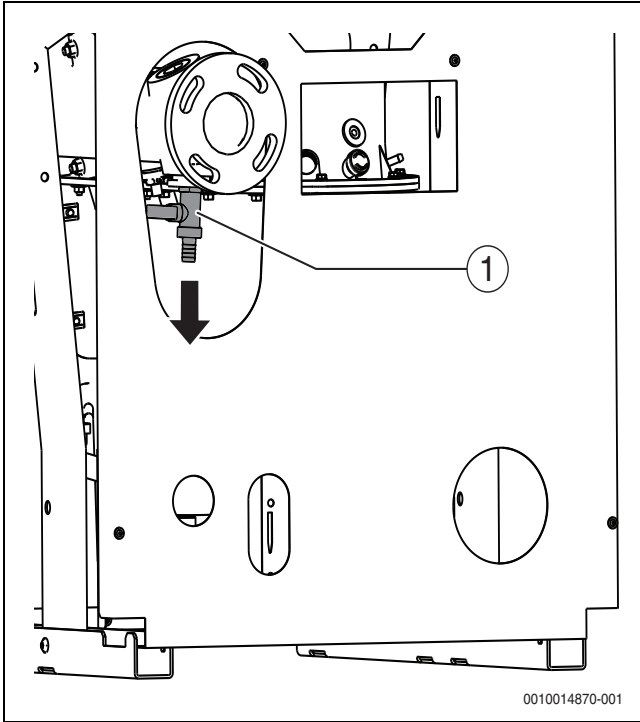

Bild 16 Demontage Entleerhahn (Dargestellt: Kessel mit Flanschanschluss, Ausführung rechts)
- ▶ Montierten Entleerhahn am Rücklauf entfernen (→Bild 16)